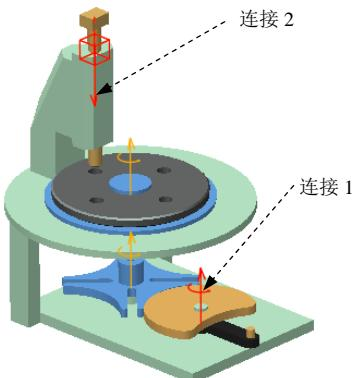

图 9.1.22 选取参考对象
(1) 选择命令。单击**插入**区域中的“伺服电动机”按钮 \textcircled{S} ，系统弹出“伺服电动机定义”对话框。
(2) 选取参考对象。选取图 9.1.22 所示的连接 1 为参考对象。
(3) 设置轮廓参数。单击“伺服电动机定义”对话框中的**轮廓**选项卡，在“定义运动轴设置”按钮右侧的下拉列表中选择**速度**选项，在“模”下拉列表中选择**常量**选项，设置 A=45。
(4) 单击对话框中的**确定**按钮，完成伺服电动机的定义。
(1) 选择命令。单击**插入**区域中的“伺服电动机”按钮 \textcircled{P} ，系统弹出“伺服电动机定义”对话框。
(2) 选取参考对象。选取图 9.1.22 所示的连接 2 为参考对象。
(3) 设置轮廓参数。单击“伺服电动机定义”对话框中的**轮廓**选项卡，在“定义运动轴设置”按钮右侧的下拉列表中选择**速度**选项，在“模”下拉列表中选择**余弦**选项，设置 A=25, B=0, C=0, T=2。